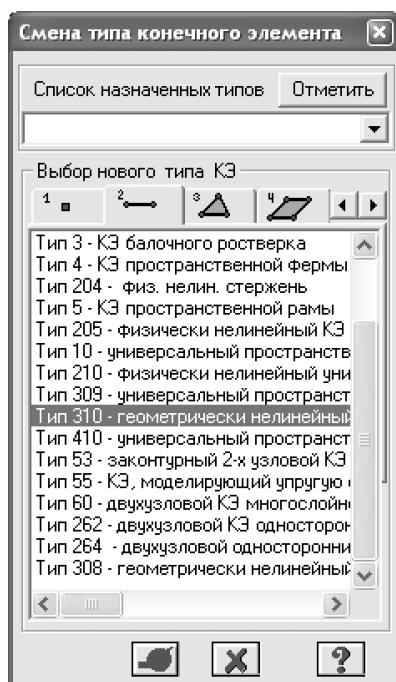

Рис.8.8. Диалоговое окно
- С помощью меню **Схема ⇒ Корректировка ⇒ Смена типа конечного элемента** (кнопка  на панели инструментов) вызовите диалоговое окно **Смена типа конечного элемента** (рис.8.8).